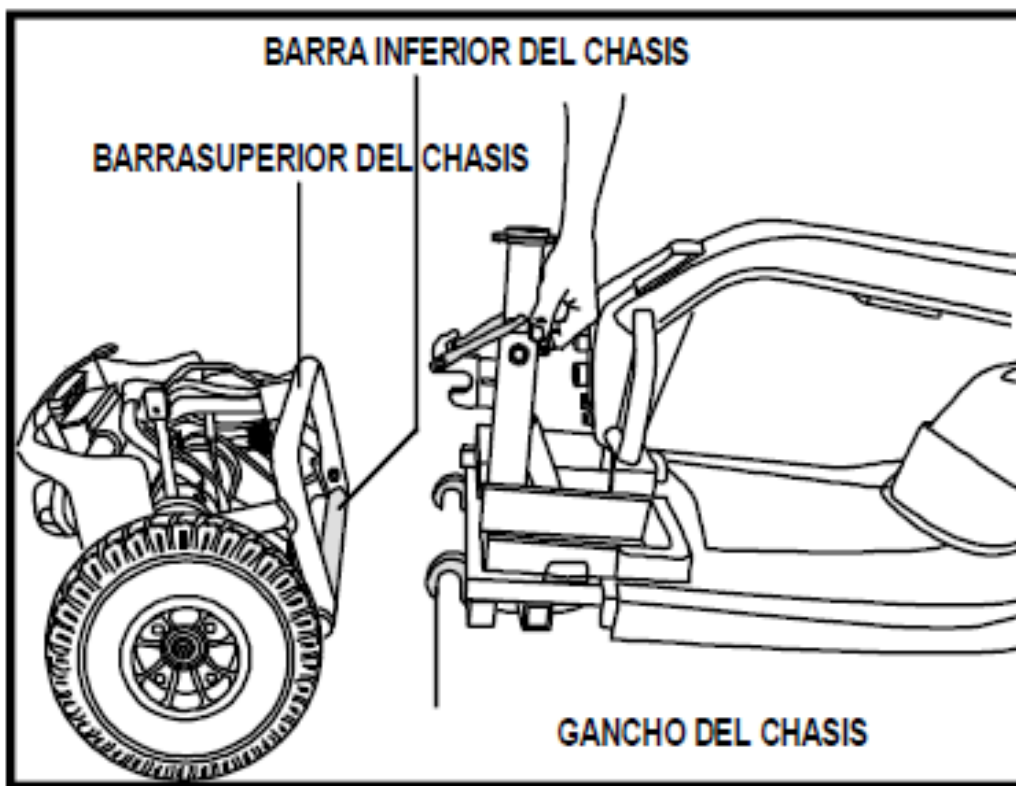

Figura 18. Separación del chasis/marco
2. Suba la palanca de soltado del marco. (Figura 18).
3. Separe lentamente las dos partes de su Scooter. (Figura 18)
3. Cuando los ganchos del chasis estén por encima de la barra inferior del chasis, baje completamente la parte frontal. (Figura 18).